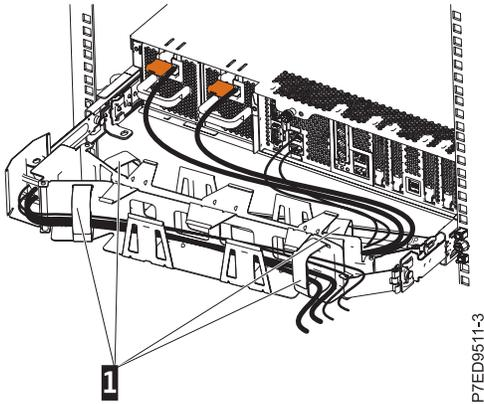

Figura 18. Conexión y recorrido del cable de alimentación
- Haga pasar los cables de alimentación y los demás cables (incluidos los cables de teclado, monitor y ratón, si es necesario) en el brazo portacables (1), tal como se muestra en la Figura 18 en la página 14. Conecte todos los cables a la parte posterior del servidor excepto el cable de alimentación. Fije los cables con bridas o pasadores.